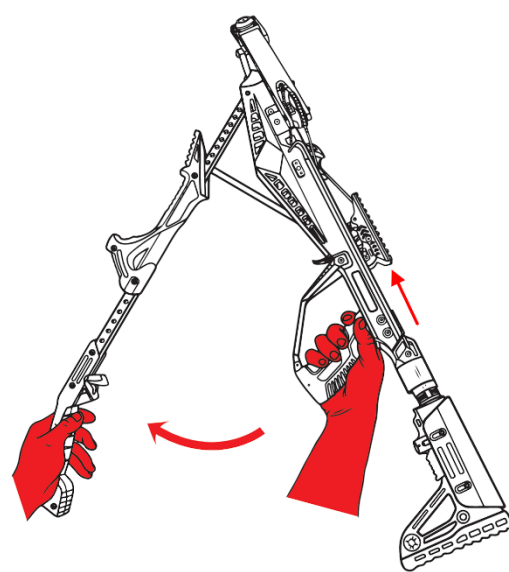

Рис.9
4. Далее отводите взводной рычаг вперед до тех пор, пока спусковой механизм, выскользнув вперед, не зацепит тетиву (Рис.9). Это действие не требует большого усилия, поэтому не применяйте чрезмерную силу.